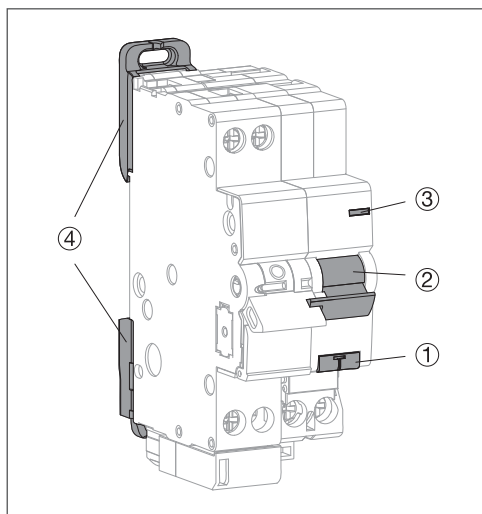

Fig 1 : Description du bloc détecteur d'arcs
Le bouton test T (cf : Fig 1) est utilisé pour tester l'appareil. Le DPDA doit déclencher après une courte pression sur le bouton de test. Après cela, l'appareil peut être remis en marche.
- Appui court sur le bouton test T (cf : Fig 1). Lors de l'action sur le bouton test, Le DPDA doit déclencher. A tester régulièrement.
- Appuyez sur le bouton de test T (cf : Fig 1) pendant 5 secondes pour activer le mode Bluetooth.